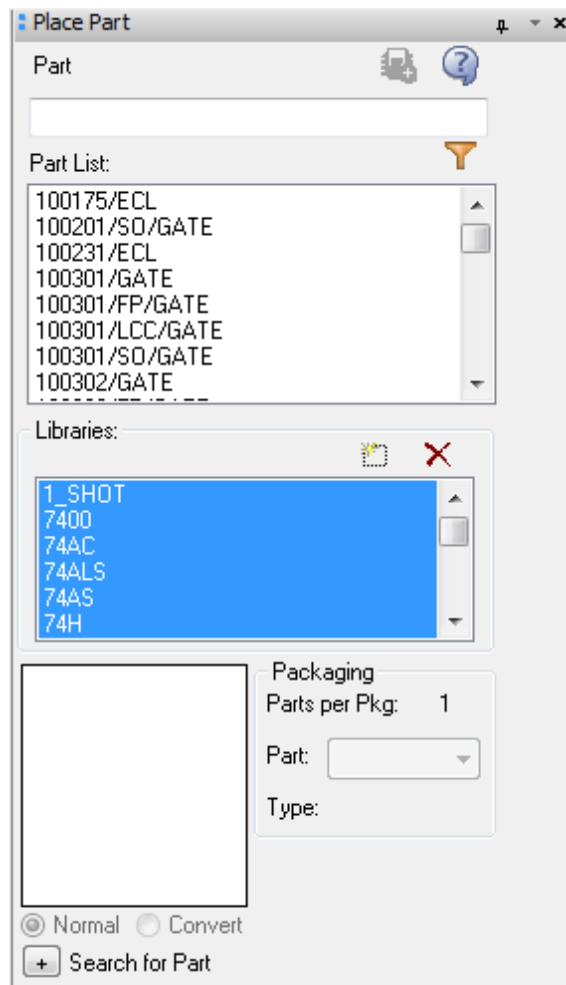

Рисунок 1.4 – Вікно *Place Part* в *OrCAD Capture*
3. Відкрийте показане на рис. 1.4 меню.